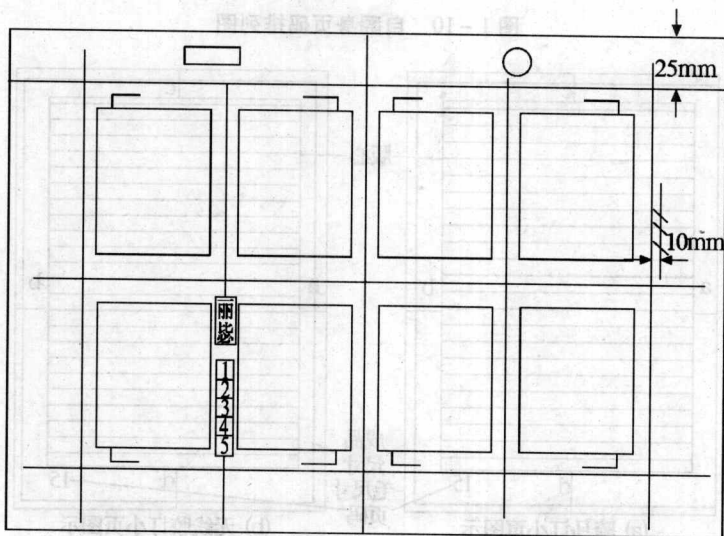

图 1-12 拼版台纸示意图
(4) 画台纸:
- ① 将纸张打孔。
- ② 画叼口边的第一条毛尺寸线 (横), 具体位置由印刷机和印刷开料尺寸而定。
- ③ 画垂直中线。
- ④ 画其余三条总毛尺寸线。
- ⑤ 画版心位置和页码位置。
- ⑥ 考虑折页规矩和印刷规矩一致、胶印阳图 PS 版需反向拼版, 据折样画出侧规标记和帖标标记的位置, 在帖标位置附近再画出书名的位置, 如图 1-12 所示。